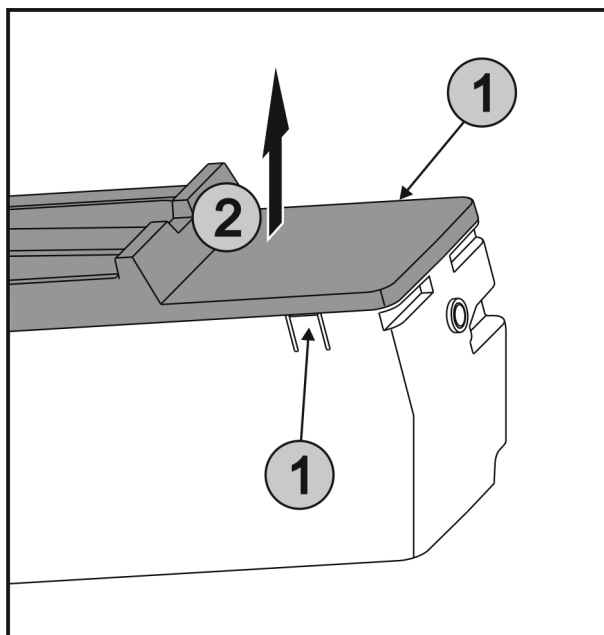

Fig. 57
- ▶ Накладки Fig. 57 (1) з обох боків EasyTwist-Ice натиснути одночасно і кришку Fig. 57 (2) вийняти рухом вгору.